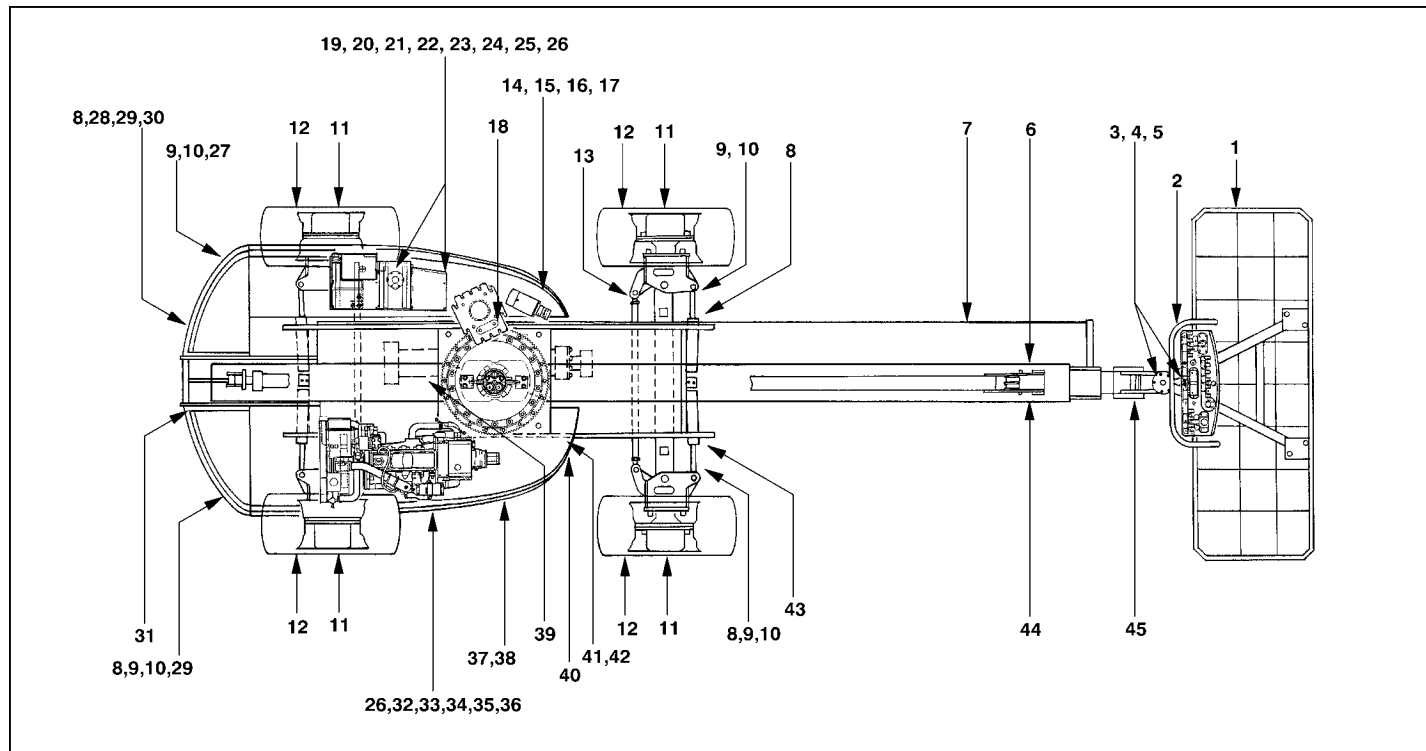

Figure 2-3. Schéma de ronde d'inspection quotidienne
5. **Ronde d'inspection** – Voir de la Figure 2-3. à la Figure 2-6.